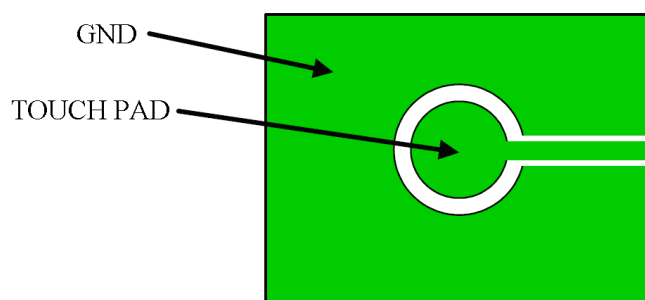

图 6 TOUCH PAD 参考画法
- 4 从 TOUCH PAD 到 IC 管脚 TCH 不要与其他快速跳变的信号线并行或者与其他线交叉。TOUCH PAD 需用 GROUND 保护，请参考图 6。